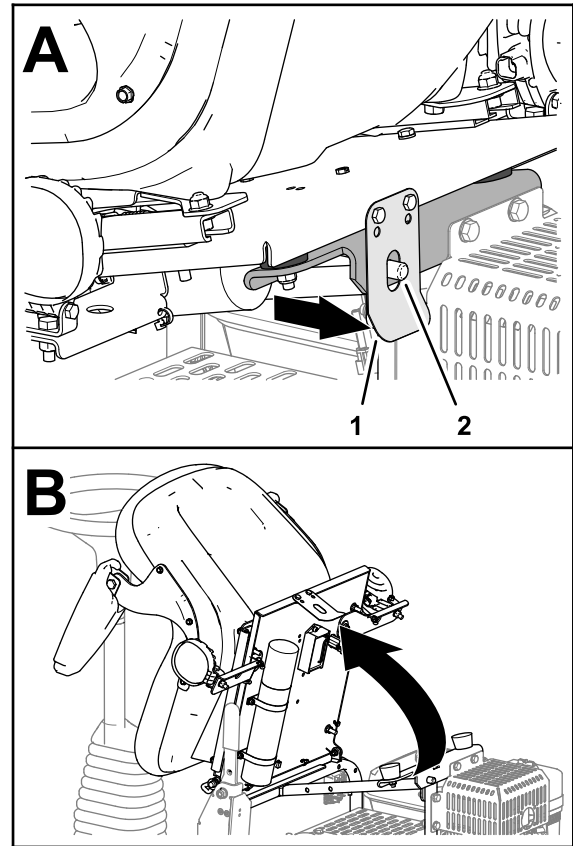

Figura 24
1. Tire hacia atrás del enganche del asiento hasta que salga del pasador del enganche del asiento (Figura 24).
2. Incline el asiento hacia adelante (Figura 24).